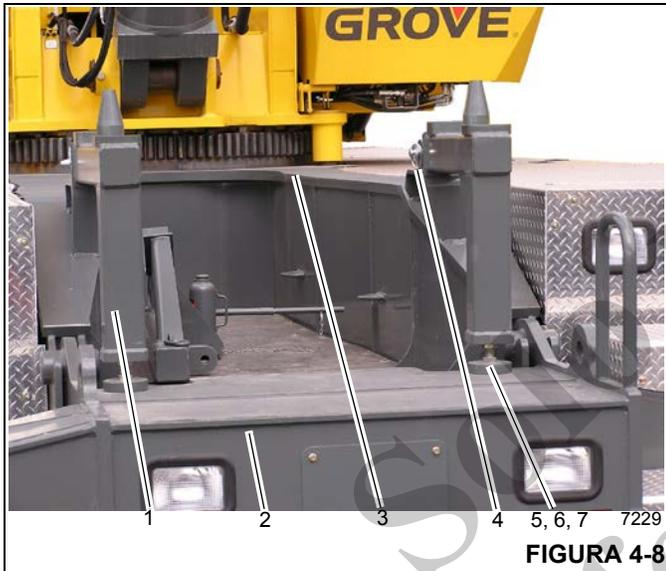

FIGURA 4-8
1. Utilice un dispositivo de levante adecuado para instalar el pedestal de contrapeso (1) (Figura 4-8) en la parte delantera del chasis del vehículo (3) y asegúrelo con los pasadores de enganche (4).
Se prohíbe ajustar los soportes del pedestal de contrapeso (1) (Figura 4-8) cuando el contrapeso (1) (Figura 4-9) está apoyado sobre ellos.
3. Ajuste las planchas de pata (5) con los tornillos de ajuste (6) insertándolos o sacándolos del soporte del contrapeso hasta que los bloques del contrapeso encima del soporte queden nivelados. No exceda una distancia de 2.25 pulg (5.72 cm).
4. Apriete las contratuercas (7) contra el soporte del contrapeso.
No intente separar la estructura del malacate auxiliar (7) (Figura 4-10) del contrapeso (1) (Figura 4-9) cuando está en el pedestal de contrapeso (1) (Figura 4-8). La estructura del malacate auxiliar (7) (Figura 4-10) puede chocar contra el contrapeso (1) (Figura 4-9) y hacerlo caer del pedestal.
7. Instale el pedestal de contrapeso (1) (Figura 4-8) en la parte delantera del vehículo. Consulte *Instalación del pedestal de contrapeso*, página 4-10.
1. Fije un dispositivo de elevación adecuado con eslingas al pedestal del contrapeso (1) (Figura 4-8).
2. Suelte la contratuerca (7) (Figura 4-8).
3. Gire las patas (5) (Figura 4-8) del pedestal del contrapeso (1) (Figura 4-8) para alejarlas de la caja del estabilizador (2) (Figura 4-8).
4. Extraiga los pasadores de enganche (4) (Figura 4-8) que fijan el pedestal del contrapeso (1) (Figura 4-8) al chasis del vehículo.
5. Utilice un dispositivo de elevación adecuado con eslingas para retirar el pedestal del contrapeso (1) (Figura 4-8).